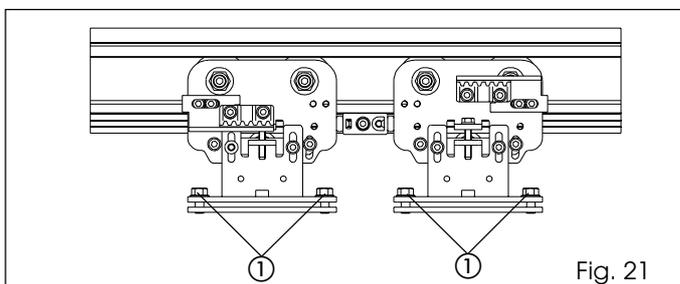

Fig. 21
•Afloje los dos tornillos hexagonales como se indica en la fig. 21 y fig. 22 ref. ①.